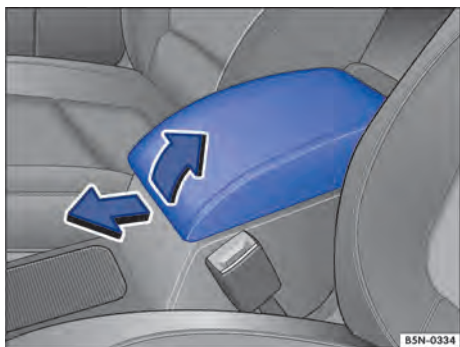

Fig. 55 Descansa-braço central dianteiro.
Para *levantar*, puxar o descansa-braço central gradativamente para cima, no sentido da seta ⇒ Fig. 55 (A).